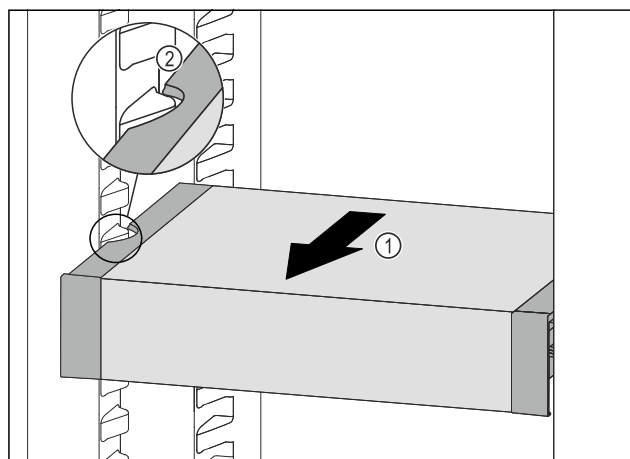

Fig. 142
- ▶ Trekk VarioSafe forover Fig. 142 (1), til utsparingene på sidene av VarioSafe er på nivå med rillene i kjøleskapet. Fig. 142 (2)